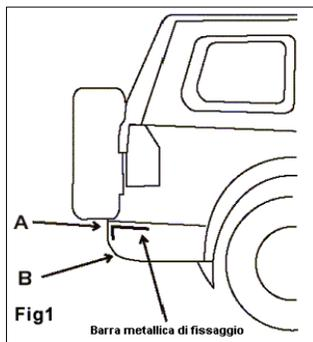

Fig1
- 1) La posizione preferibile è la parte più alta possibile rispetto al suolo (A) fig. 1. In molti 4 x 4 ciò non consente un buon funzionamento del PFI0359, poiché il paraurti è fissato al veicolo a mezzo di una barra metallica. In questo caso l'antenna va montata più in basso (B) fig.1